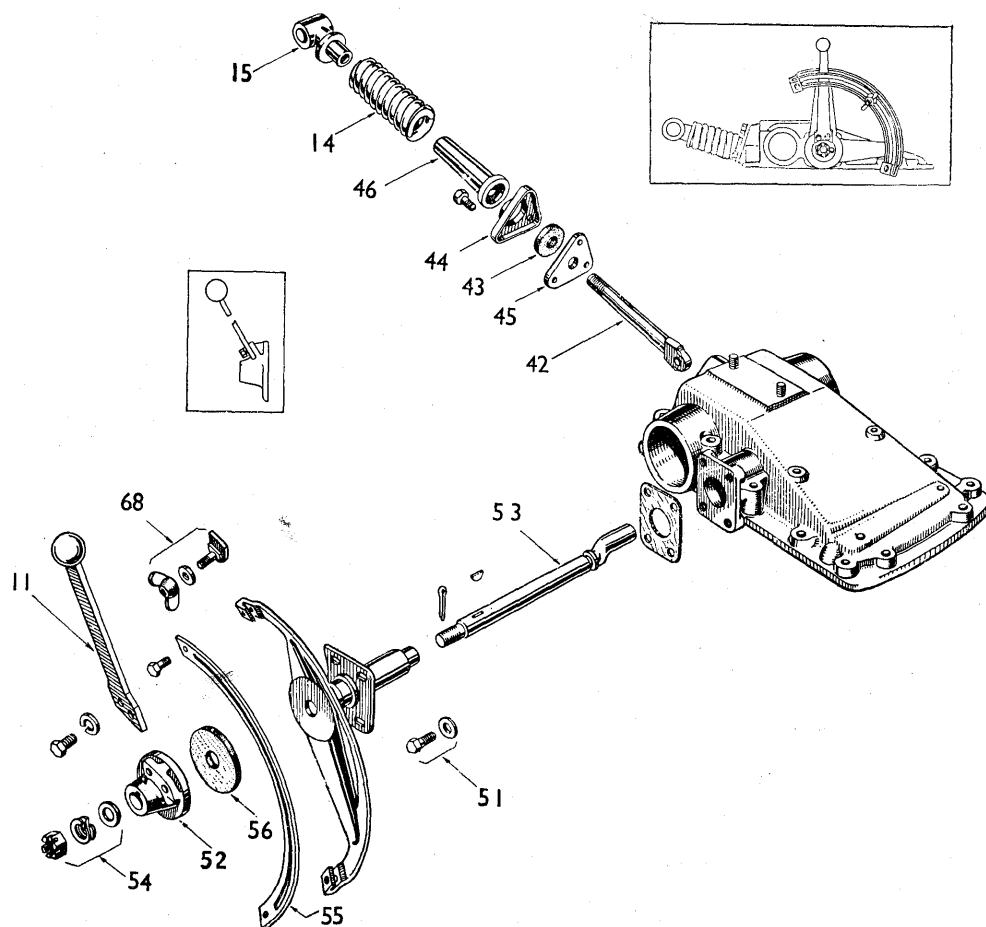

Fig. 50. Løftehus, kontrolfjeder og reguleringshåndtag.
- 3: Er dette ikke tilfældet, sænkes redskabet, og hængsleddet adskilles, således at (15) i fig. 50 kan drejes på sit gevind. Endestykket (15) drejes indefter eller udefter eftersom spillerummet er for stort eller for lille.